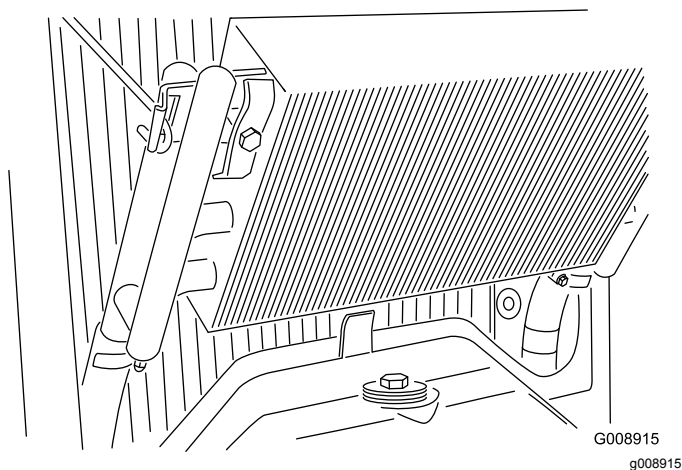

Figura 59
4. Destranque o refrigerador de óleo e articule a zona posterior (Figura 59).